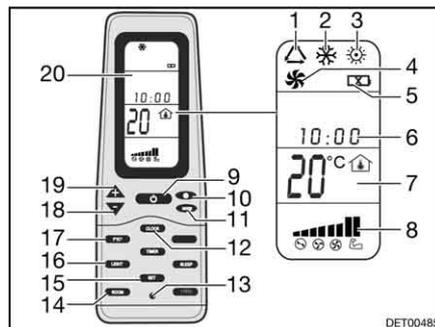

Fig. 177 Mando a distancia
- Pulsar la tecla ON/OFF (Fig. 177,9).
- Pulsar la tecla "Mode" (Fig. 177,11) las veces que sean necesarias hasta que se visualice el modo de funcionamiento deseado (Fig. 177,1, 2, 3 ó 4) en el display (Fig. 177,20).
- Ajustar la temperatura deseada con las teclas "+" (Fig. 177,19) y "-" (Fig. 177,18).
- Seleccionar la etapa deseada del ventilador con la tecla Velocidad del ventilador (Fig. 177,10).
*Desconectar:* ■ Pulsar la tecla ON/OFF (Fig. 177,9).